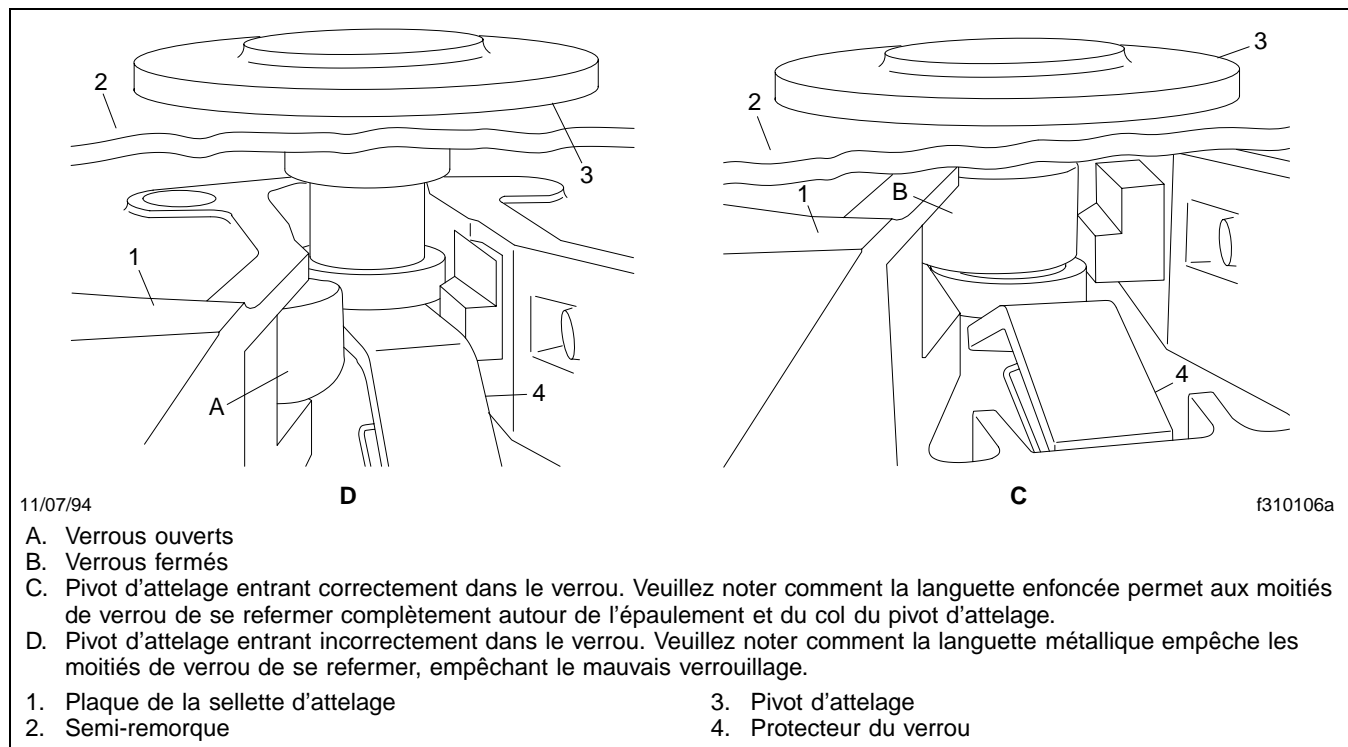

Fig. 10.6, Mécanisme du protecteur du verrou (vue arrière)
Protecteur du verrou (Fig. 10.6)
- Placez le tracteur de sorte que l'ouverture du verrou de la sellette d'attelage soit alignée (à la verticale et à l'horizontale) avec le pivot d'attelage de la semi-remorque. Le pivot d'attelage devrait être placé de façon à entrer dans la gorge du mécanisme de verrouillage, pour prévenir tout mauvais verrouillage. Consultez la **Fig. 10.6**. Réglez la béquille de la semi-remorque de façon à laisser suffisamment de hauteur pour que la sellette d'attelage prenne la semi-remorque sur les rampes de la sellette d'attelage.